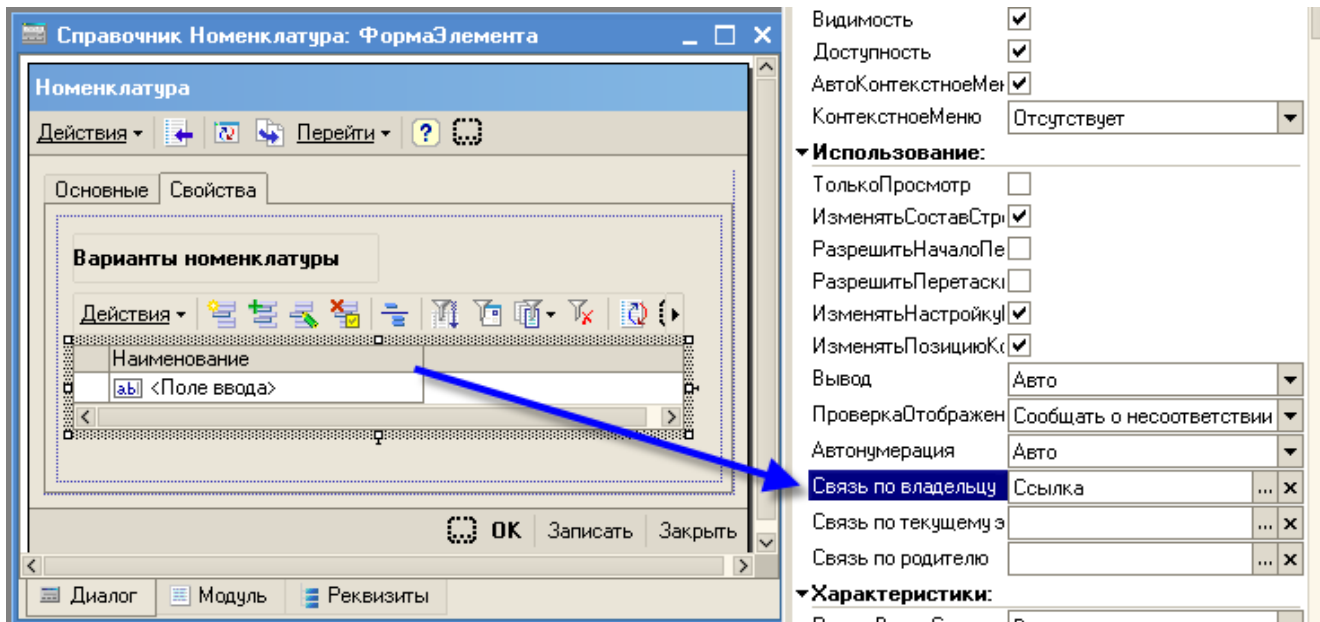

Рис. 126
- для табличного поля включим палитру свойств и в группе *Использование* установим свойство *Связь по владельцу - СправочникОбъектСсылка* (рис.126);